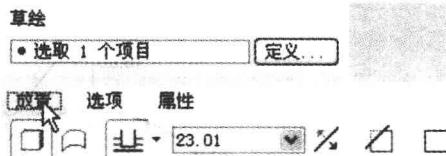
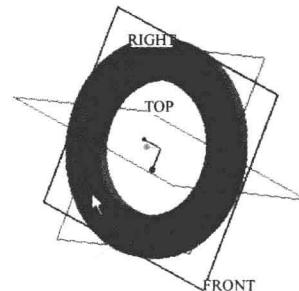
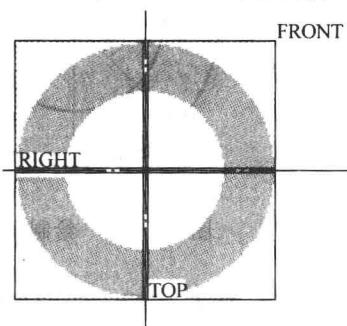
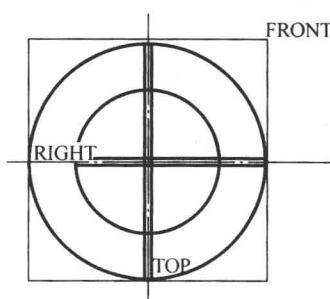

图 1.1-18 放置面板
图 1.1-19 拾取草绘面
图 1.1-20 草绘模式
图 1.1-21 无隐藏线显示模式
(1) 单击 C 按钮, 再单击拉伸工具栏中的【放置】，系统弹出如图 1.1-18 所示的放置面板，再单击【定义...】按钮，弹出【草绘】对话框，选择绘图区中圆环实体的平面作为草绘平面，如图 1.1-19 所示，单击【草绘】对话框中的【草绘】按钮，进入草绘模式，如图 1.1-20 所示。为便于绘图，单击显示模式工具栏中 \square （无隐藏线）按钮，绘图区中图形显示如图 1.1-21 所示。